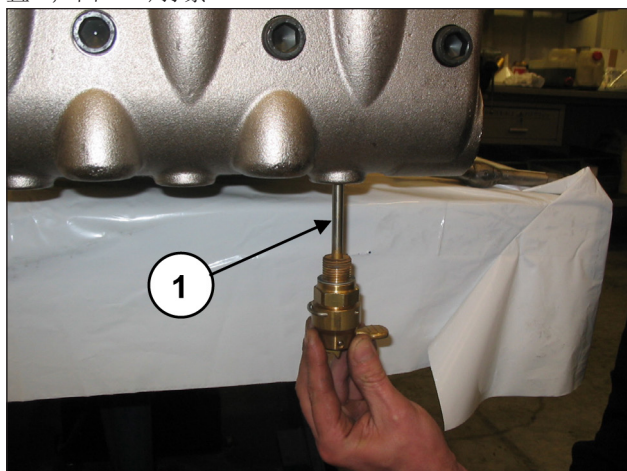
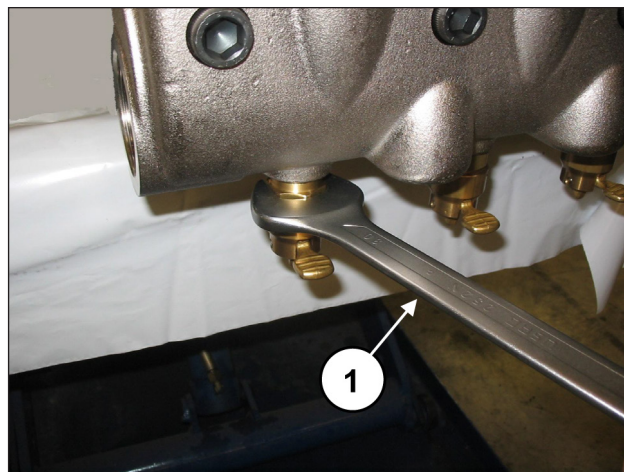

图 136
图 137
安装阀门打开装置(位置②，图 136)并通过30毫米扳手(位置③，图 137)拧紧。